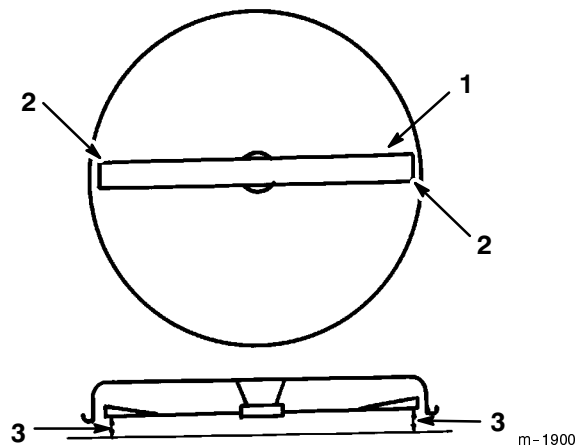

Figure 44
4. Tournez prudemment les lames pour qu'elles soient parallèles au sol (Fig. 44). Mesurez la distance entre les arêtes de coupe extérieures et le sol plat (Fig. 44). Si les valeurs obtenues diffèrent de plus de 5 mm, un réglage s'impose (voir les points 5 et 6).